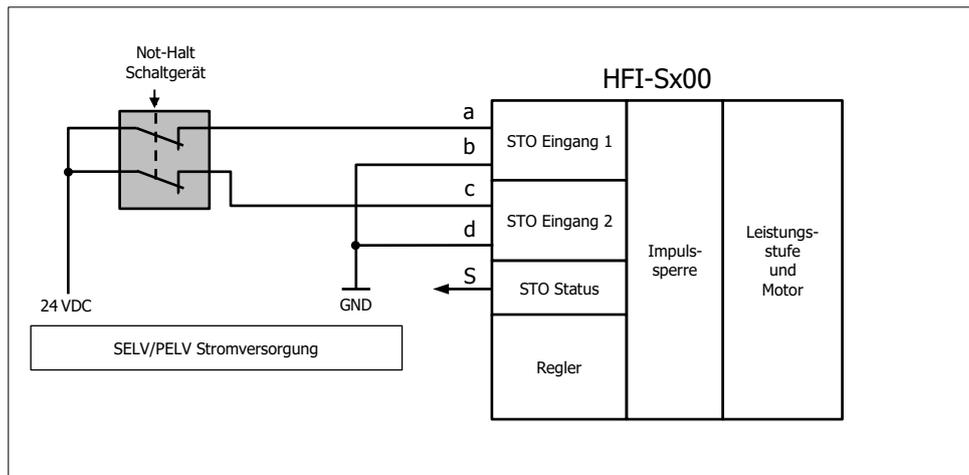

Abbildung 6-1: STO-Funktion mit Not-Halt-Gerät
- passiven Sicherheitssensoren wie z. B. von Positionsschaltern mit zwangsgeführten Kontakten (siehe Abbildung 6-1: STO-Funktion mit Not-Halt-Gerät),